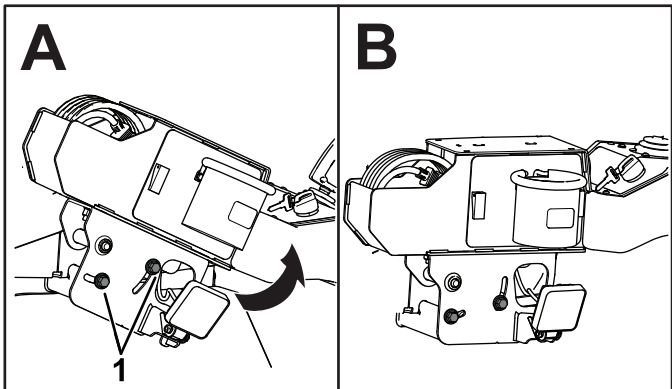

Figura 10
1. Afloje los 2 tornillos (M8) de la placa de pivote de la consola y gire la consola hacia arriba (Figura 10) hasta que la marca de alineación se alinee con el protector del arnés (Figura 11).